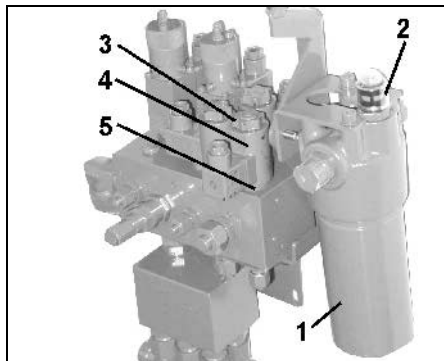

Fig. 61
Föraren kan kontrollera funktionen för hydrauloljefiltret (Fig. 61/1) på styrblocket.
Indikering i kontrollfönster (Fig. 61/2):
- Skruva av magnethatten (Fig. 61/3).
- Ta bort magnetspolen (Fig. 61/4).
- Dra ut ventilsleden (Fig. 61/5)) med ventilsäte och gör rent med tryckluft eller hydraulolja.